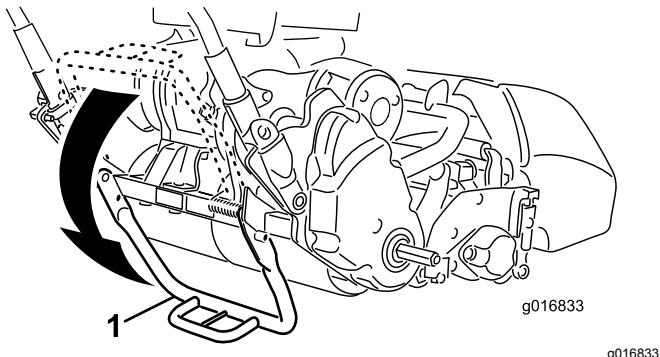

図 9
1. キックスタンドを立てるキックスタンドの中央部に足を置き、機体の下部についているハンドルで機体を持ち上げるとスタンドの上に機体が載る図9。